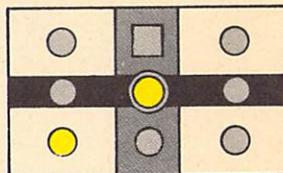

Bild 6
- (3) Der Vorsichtmelder bei Anlagen mit vollem Schrankenabschluß zeigt durch gelbes Blinklicht an, daß die BÜ-Sicherungseinrichtung eingeschaltet ist (vgl. Bild 5). Hierbei ertönt gleichzeitig ein langsam schlagender Wecker. Der Vorsichtmelder wechselt von Blinklicht in gelbes Ruhelicht, wenn die Schranken vollständig geschlossen sind (vgl. Bild 6). Sobald der BÜ nach Abs. 4 freigemeldet wurde, verstummt der langsam schlagende Wecker und der Vorsichtmelder erlischt.